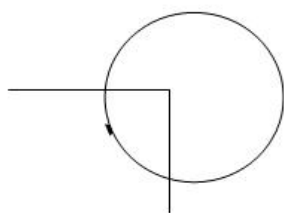

图 18 拐弯处探查示意图
(5) 在管道支线的末端，由于发射信号的分流以及管道已经悬空，发射信号不能与大地构成回路等情况，使得接收机的信号很弱或根本收不到信号，此类情况可将发射机移到庭院管网的末端，重新接线，目标管线的信号就非常强。
(6) 单井井架周围发射机盲区，采用双管流程注水采油工艺的管道上探测，探到有两根或两根以上管道时，应将信号强度与埋深结合起来，确定目标管线。以最大法探测为例，在干沙地中，磁场强度的衰耗，探头每提高 1m，表头显示值相当于减少 400mV 左右的电位梯度。在空气中传播与干沙地中传播没有多大变化。同时在探测前进时还要边走边转动探头角度，防止探到某处时，探头正巧与管线走向平行，收不到信号。在上述地区探查时，发射机的功率和接收机的灵敏度也不能随便变动，否则显示的数值就没有可比性。
(7) 管线拐弯处的探测：当用常规方法向前探测，收不到信号时，回走五步做环形探测，即可找到拐弯管线。也可采用一步一扫法，见图 18。